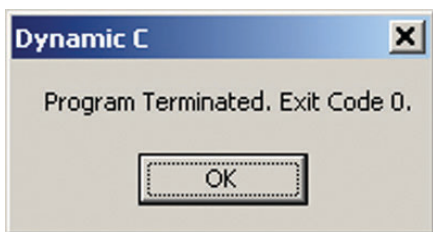

Figura 3 Codice di errore
In questo esempio ci sono una serie di novità da comprendere. Anzitutto il formato della funzione goto. La goto consente di far saltare il programma in un punto diverso del sorgente. Il punto in cui andare è identificato da una label (etichetta) costituita da un nome seguito da due punti (:). Nell'esempio le label sono Uguale:, Maggiore: e Minore: e vanno specificate (senza i due punti) di seguito all'istruzione goto. In ognuna delle if utilizzate non è stata inserita la coppia di parentesi graffe. Questo perché l'istruzione da eseguire all'interno della if è una sola. Nel caso di debbano eseguire più istruzioni è obbligatorio inserire le parentesi graffe. La funzione exit(0) consente di uscire immediatamente dal programma e ridare il controllo al Dynamic C. Il numero tra parentesi è un codice di errore che possiamo passare al Dynamic C per indicare una eventuale condizione d'errore. Il valore verrà visualizzato con una message box come riportato in figura 3.